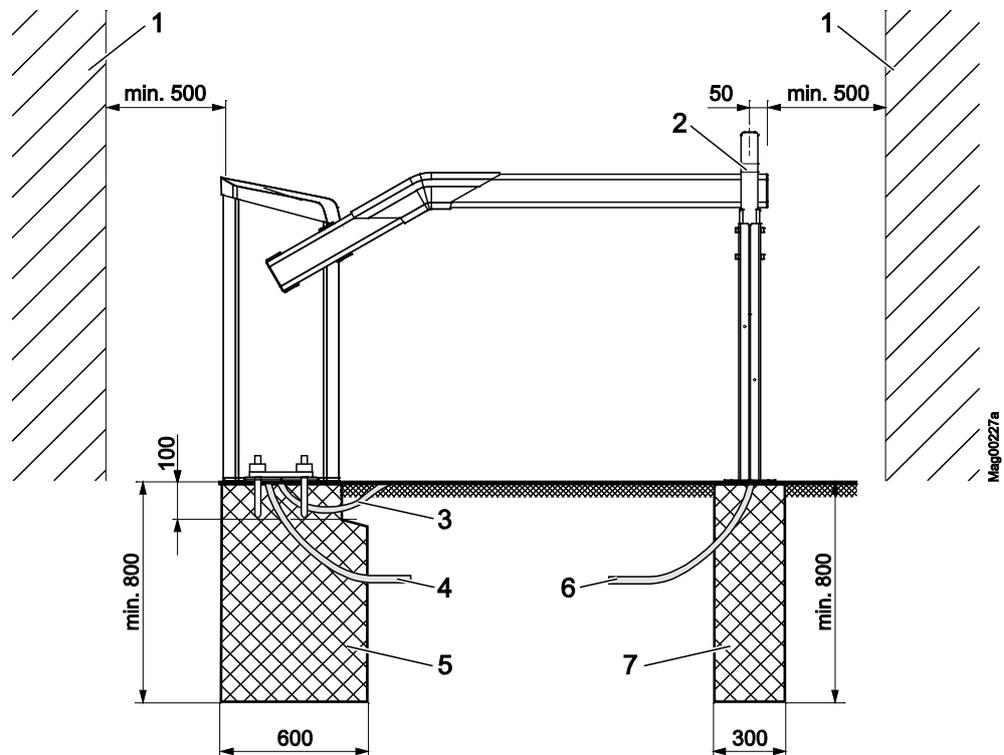
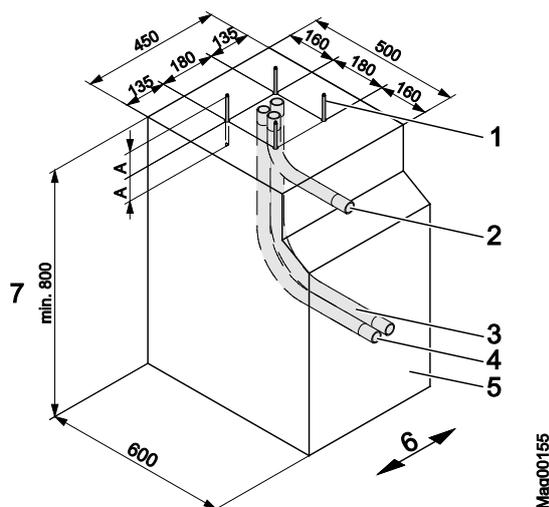
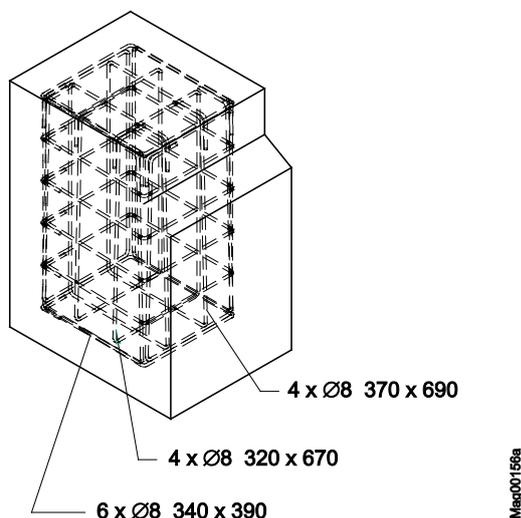

Abb. 13: Montage Schrankenanlage, hier dargestellt für Schrankentyp "Access/Parking" (Maße in mm)
Abb. 14: Fundamentplan (Maße in mm)
Abb. 15: Armierungsgeflecht (Maße in mm)
<p>Quetsch- und Schergefahr bei einem zu geringen Sicherheitsabstand zwischen Schrankenbaum und anderen Objekten!</p> <p>Ein schließender oder öffnender Schrankenbaum kann bei einem zu geringen Sicherheitsabstand zu anderen Objekten zu schweren Quetschungen oder Verletzungen führen!</p> <ul style="list-style-type: none"> <li>– Zwischen Schrankenbaum und anderen Objekten wie Wände, Mauern oder Häuser einen Sicherheitsabstand von mindestens 500 mm einhalten. → Siehe Seite 24, Kapitel 2.7.</li> <li>– Schrankenanlage gemäß Abb. 13 montieren und installieren.</li> </ul>
- Zwischen der Schrankenbaumspitze und anderen Objekten wie Wände, Mauern oder Häuser einen Sicherheitsabstand von mindestens 500 mm einhalten. → Siehe Seite 50, Abb. 13.
→ Siehe Seite 50, Abb. 13 bis Seite 52, Abb. 15.
→ Siehe Seite 52, Abb. 14.
1. Fundamentloch gemäß Abb. 13 und Abb. 14 ausheben.
2. Armierungsgeflecht gemäß Abb. 15 im Fundamentloch verlegen.
3. Leerrohre gemäß Abb. 14 im Fundamentloch verlegen.
5. Fundament mit Beton gemäß Abb. 14 ausbetonieren.
→ Siehe Seite 50, Abb. 13.
1. Fundamentloch gemäß Abb. 13 und Abb. 17 ausheben.